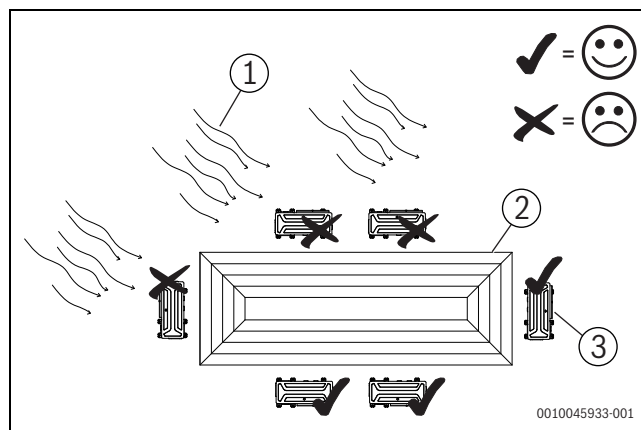

Fig. 4
- ▶ Când o unitate externă este instalată într-un loc care este expus frecvent la vânturi puternice, cum ar fi o coastă sau pe un etaj înalt al unei clădiri, asigurați operarea normală a ventilatorului utilizând o conductă sau un dispozitiv de protecție împotriva vântului (fig. 4)